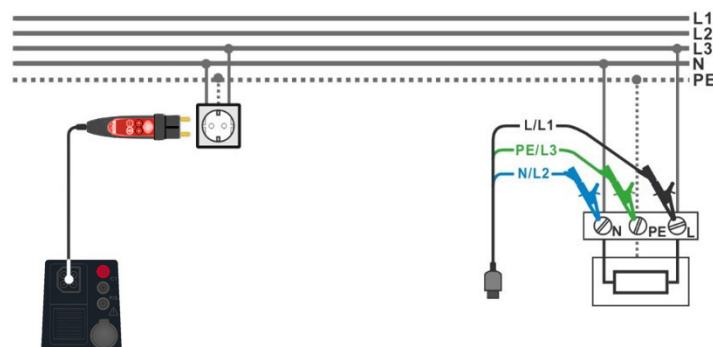

Abbildung 7.31: Anschluss des Commander-Prüfsteckers und der 3-Leiter-Prüfleitung
- Schließen Sie die 3-Leiter-Prüfleitung oder den Commander-Prüfstecker am Prüfobjekt an, siehe **Abbildung 7.31**.